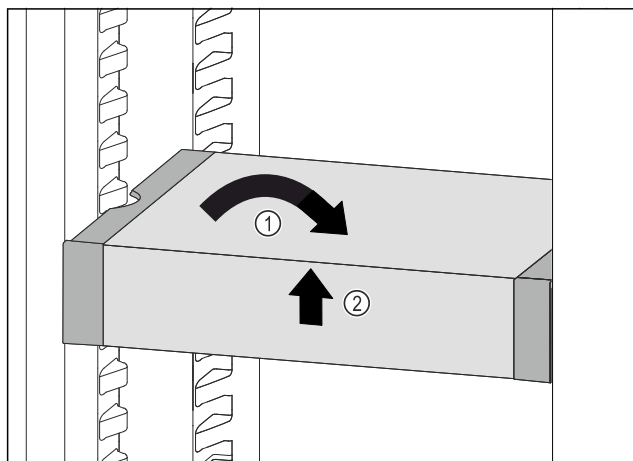

Fig. 100
- Seadke VarioSafe otseks. Fig. 100 (1)
- Tõstke VarioSafe eest üles. Fig. 100 (2)